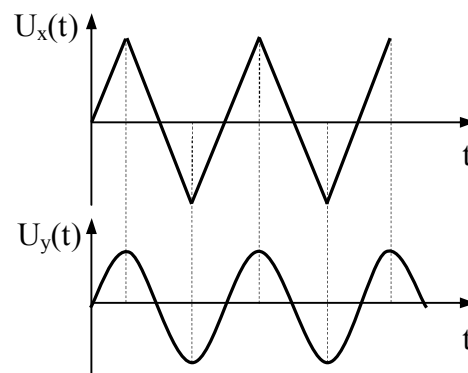

Рис. 6.
20. На входы X и Y осциллографа поданы напряжения, показанные на рис. 6. Постройте изображение, получающееся на экране осциллографа.